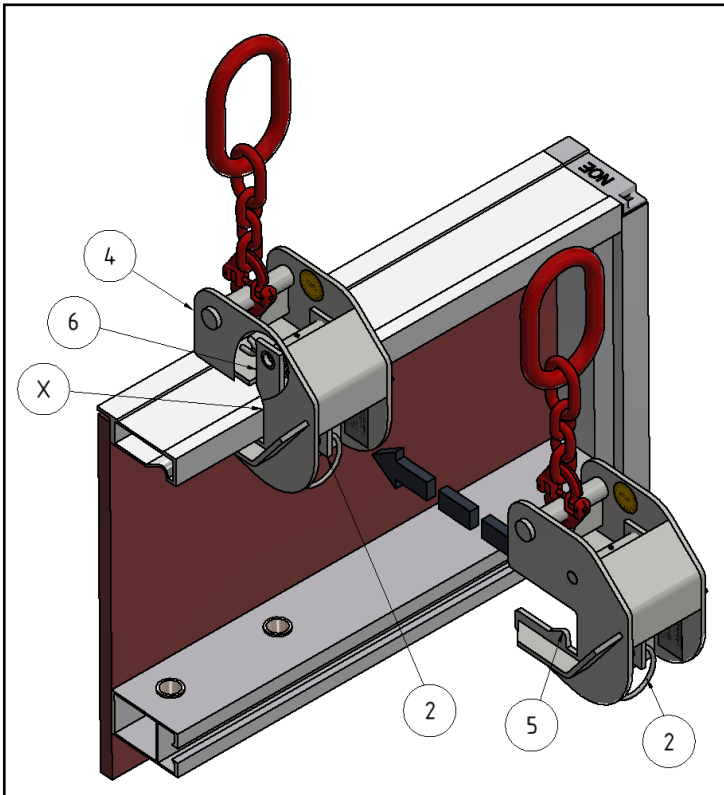

Figure 5 : Pose de l'étrier de levage Alu-L
Pousser le crochet de grue Alu-L selon la figure 5 sur le profilé Alu-L jusqu'à ce qu'il soit totalement en contact avec le profilé (voir X). Le crochet de sécurité (5) se prend alors automatiquement dans le profilé et le loquet de sécurité (6) s'enclenche.
La manette de commande (2) doit à nouveau se trouver en position initiale correcte (figure 5) contre le crochet de grue Alu-L (4).
<p>Poser la charge de telle sorte que la manette de commande (figure 5) ne cogne pas et que l'étrier de levage Alu-L ne porte pas contre un obstacle !</p>